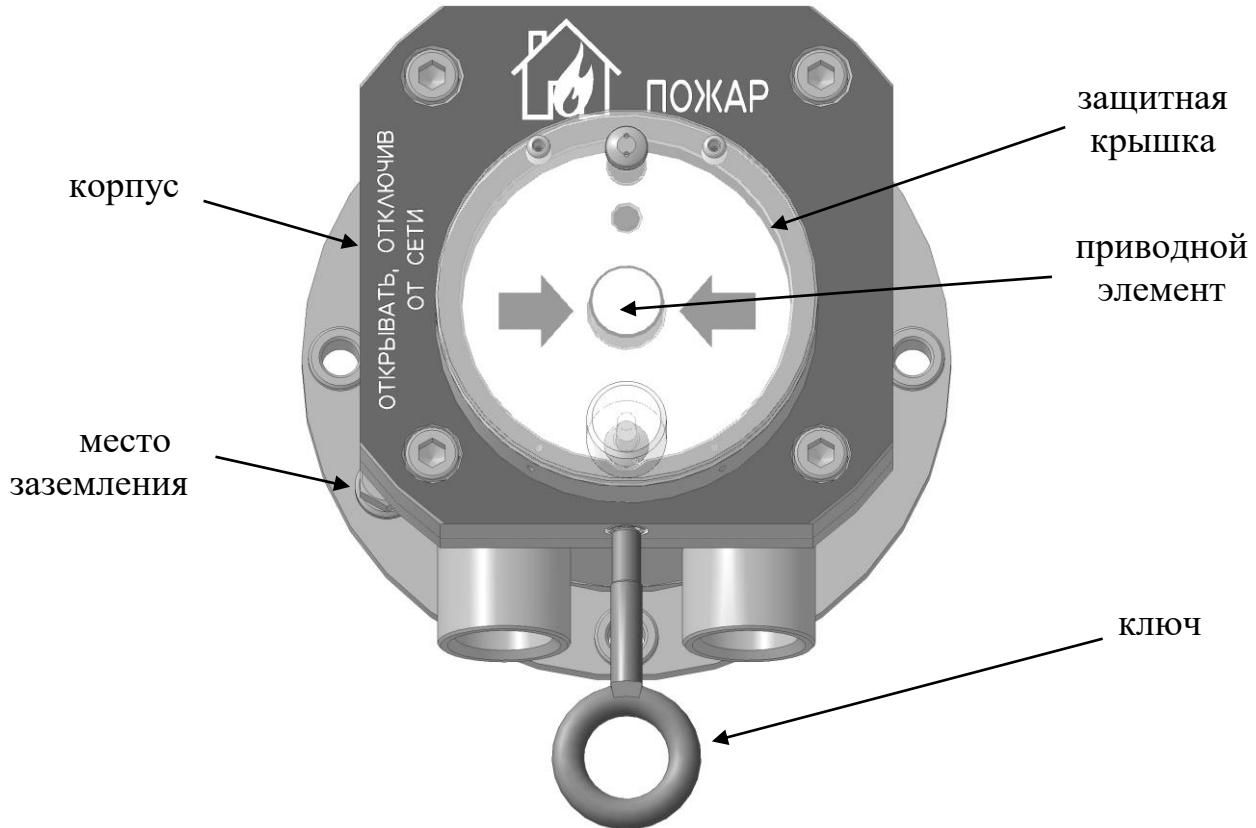

Рис. 2
- открыть поворотом вверх защитную крышку, рис. 2;
- в отверстие крышки извещателя (снизу) вставить специальный ключ и ввернуть на 2 оборота по часовой стрелке, рис. 2;
- потянуть специальный ключ вниз, при этом кнопка вернется в исходное состояние, извещатель перейдет в режим «Дежурный», рис. 2.